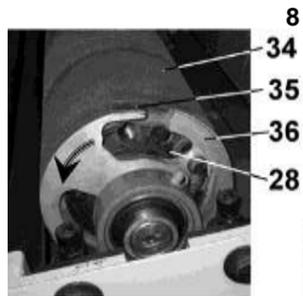

Рис.11
10.3. Замена, установка и натяжение шлифовальной ленты (Рис. 11; 12)
10.3.6. Для надёжного удержания конец шлифовальной ленты (34) загните, установите и закрепите клипсом (35). Длину подгиба определите по снятой шлифовальной ленте. Как показано на Рис.11, удерживая барабан (28) и преодолевая усилие пружины, поверните фланец (36) в направлении стрелки. Удерживая смещение фланца (36) относительно барабана (28), аккуратно по спирали, виток к витку без перехлёстов и пропусков, укладывайте шлифовальную ленту (34). При укладке шлифовальную ленту (34) плотно прижимайте к барабану (28). После выполнения 2-3 витков, при условии плотного прижимания шлифовальной ленты (34) к барабану (28) и удерживая барабан (28) от раскручивания - можно прекратить удерживать фланец (36).